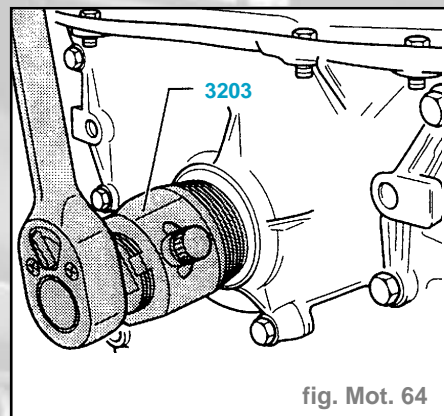

fig. Mot. 64
- Lubrifier la tête fileté de l'extracteur de bague-joint **3203**, le mettre en place et, en exerçant une forte pression, le visser aussi loin que possible dans la bague-joint (fig. Mot. 64).